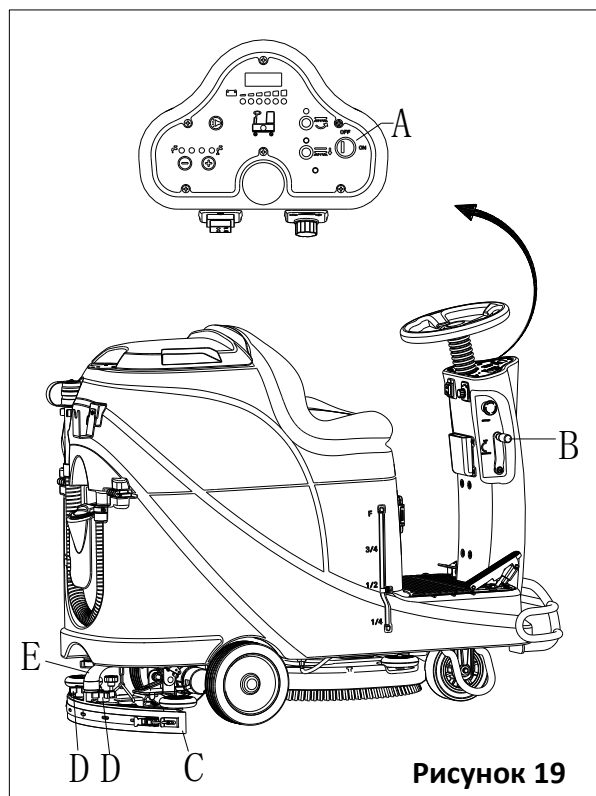
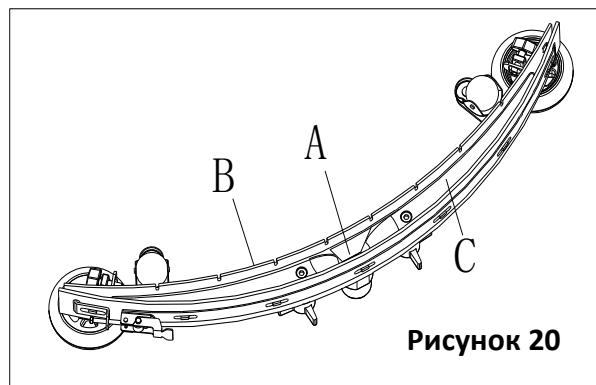

Рисунок 19
Рисунок 20
2. Поверните ключ зажигания (А, Рисунок 19) в положение "ВЫКЛ".
4. Ослабьте ручки (D) и снимите скребок.
6. Очистите стальной или алюминиевый скребок, особенно отсеки (А, Рисунок 20) и отверстия (В). Проверьте целостность, порезы и разрывы переднего лезвия (В) и заднего лезвия (С), при необходимости, замените их в соответствии с процедурами, в следующем абзаце.